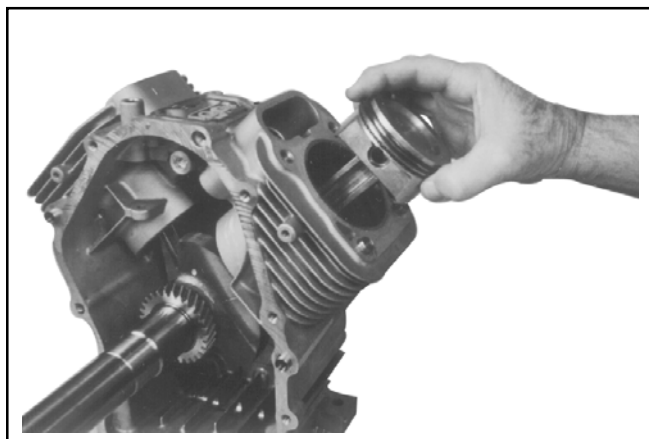

Figura 9-55. Rimozione del gruppo biella e pistone.
2. Rimuovere con cautela il gruppo biella e pistone dall'alesaggio. Vedere Figura 9-55.